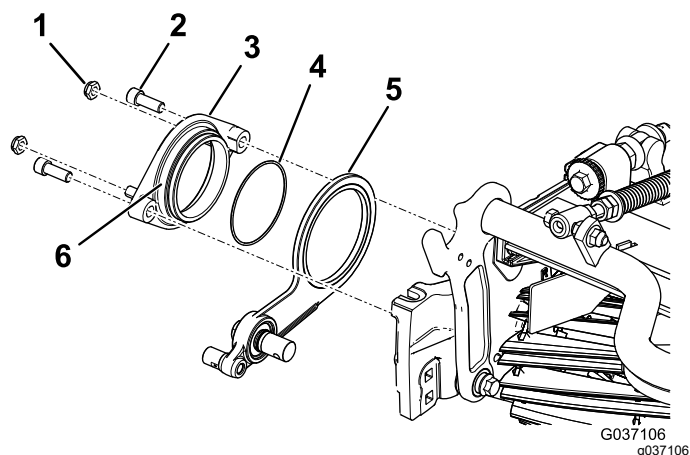

Figure 9
- Appliquez du produit antigrippant sur le diamètre extérieur du moyeu de pivot (Figure 9).
4. Fixez le moyeu de pivot sur le cylindre, par dessus l'ensemble de tension, à l'aide de 2 boulons à tête creuse hexagonale (Figure 9).
5. Serrez légèrement les 2 contre-écrous sur le moyeu de pivot (Figure 9).